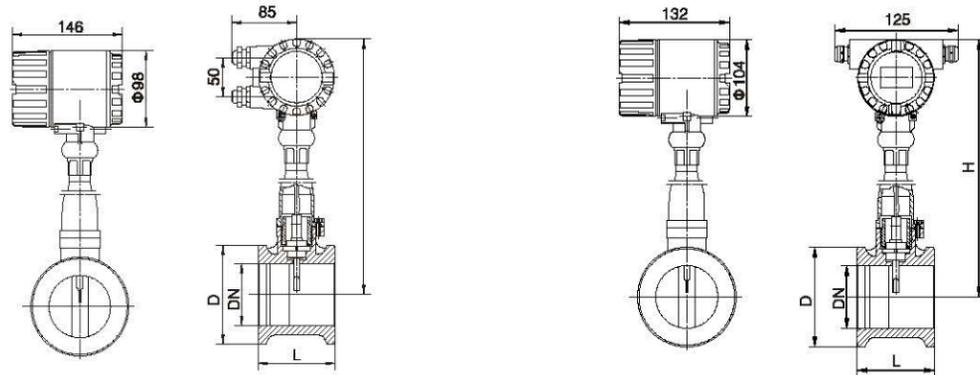
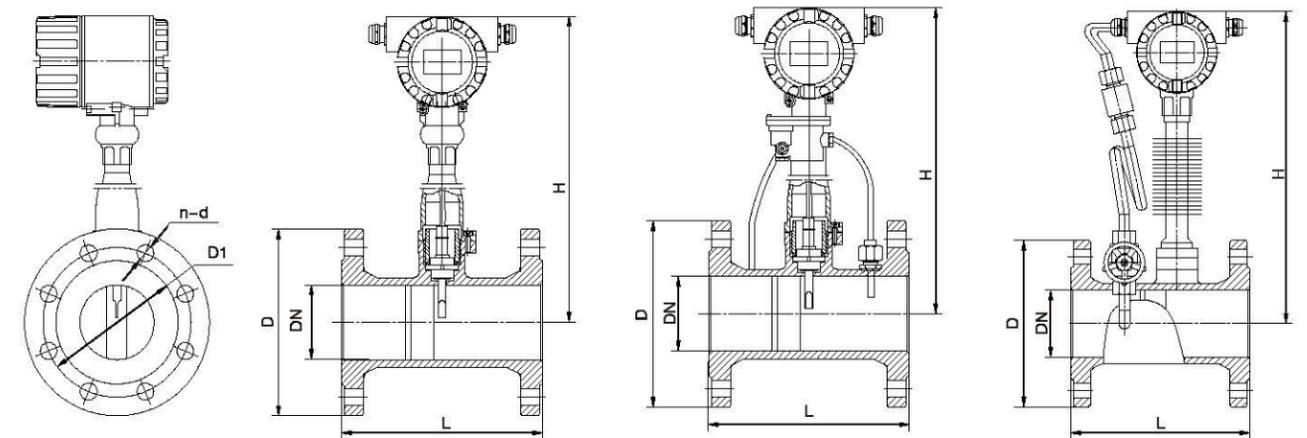

图18 (夹持式) 法兰另配
图19 Y1型(法兰式)
b) Y1型见(图18, 图19, 图20, 表3, 表4)